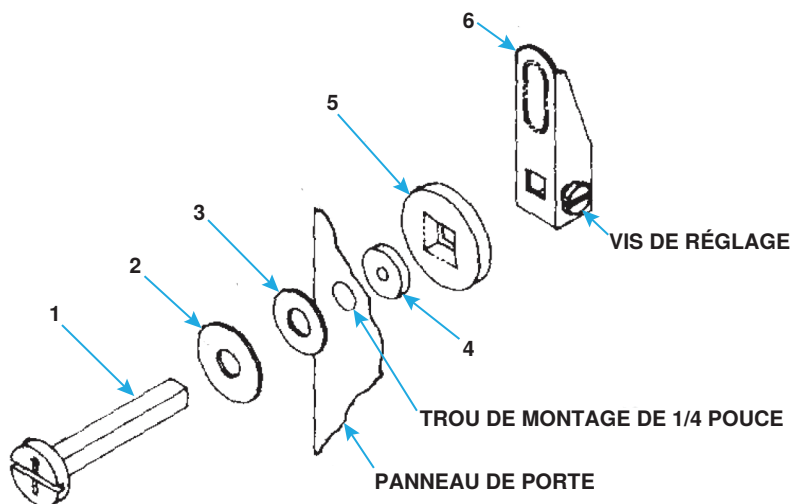

Figure 64. Ensemble de loquet de porte
3. Assemblez l'arbre du loquet de porte (1), la rondelle de finition (2) et la rondelle extérieure en néoprène (3) et insérez l'ensemble dans le trou de montage de 1/4 pouce à travers le côté extérieur du panneau de porte comme illustré à la Figure 64.
4. Poussez la rondelle intérieure en néoprène de plus petit diamètre (4) sur l'arbre du loquet de porte (1) et contre l'intérieur du panneau de porte.